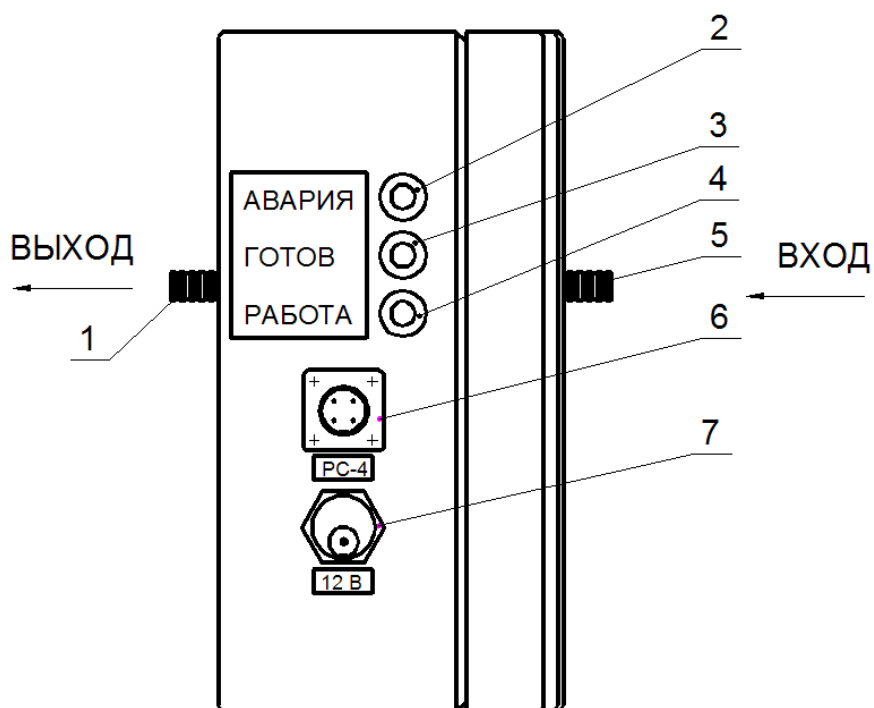

Рисунок 2 – Вид на панель управления и индикации
6.1 Соединить штуцер ВЫХОД (рис.2, поз.1) дожигателя со штуцером ВХОД газоанализатора ГАНК-4 (см. Руководство по эксплуатации КПГУ 413322.000 РЭ) трубкой ПВД 8 x 1,5 мм из комплекта поставки.
6.2 Соединить трубку 8x1,5 мм зонда штатного, входящий в комплект поставки газоанализатора, со штуцером ВХОД (рис.2, поз.4) дожигателя.
7.4 Для зарядки аккумулятора использовать только зарядное устройство из комплекта поставки, подключая его через разъем «12 В» (рис.2, поз.5). В течении заряда аккумулятора дожигателя цвет индикатора зарядного устройства красный, после изменения его цвета на зеленый заряд закончен и зарядное устройство надо отсоединить.